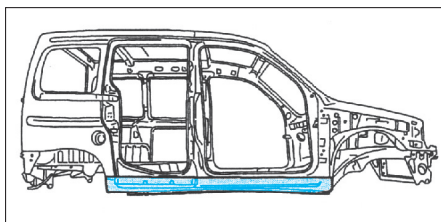

FIG. 76
- Appliquer une couche d'antigravillonnage (Fig.76).